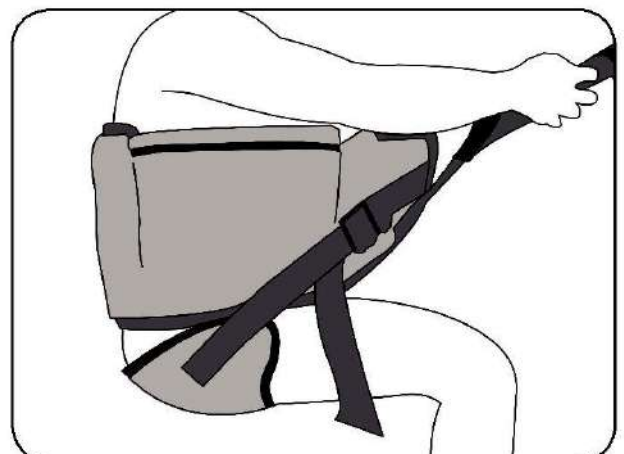

Figura 40
9. Inclíne el torso del paciente hacia adelante y levante al paciente unos centímetros de la silla de ruedas. Desenganche y libere de los velcros el asiento de la faja y colóquelo bajo las nalgas del paciente. (Figura 40).